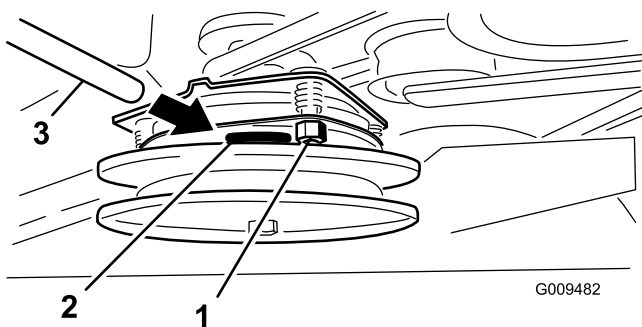

Figura 59
5. Aperte as porcas de bloqueio até haver uma ligeira dobra no apalpa-folgas, mas desde que continue a mover-se facilmente dentro do entreferro (Figura 59).